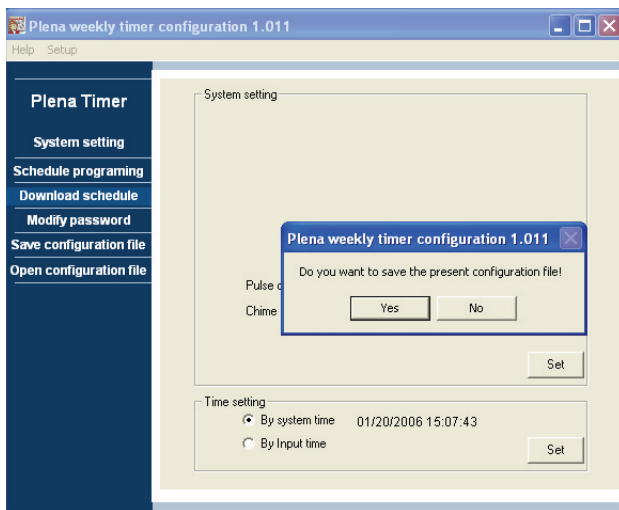

figure 8.18: Fenêtre de dialogue de téléchargement de temporisation
- 1 Depuis le menu principal, cliquez sur le bouton Download schedule. La fenêtre de dialogue suivante s'affiche (voir figure 8.18).